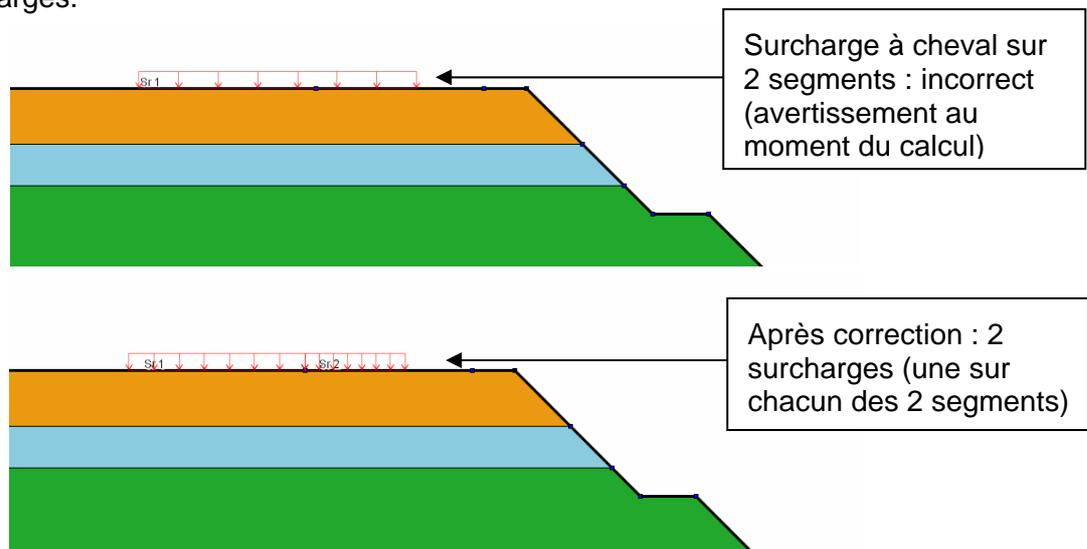

Figure 35 : cas des surcharges "à cheval" sur plusieurs segments
- Les surcharges réparties ne doivent pas être définies "à cheval" sur plusieurs segments (Figure 35). Il faut définir plusieurs surcharges (une par segment) si nécessaire.